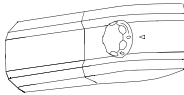

Fig.20
- 1) Gire la rueda a la posición "0". (fig.20)